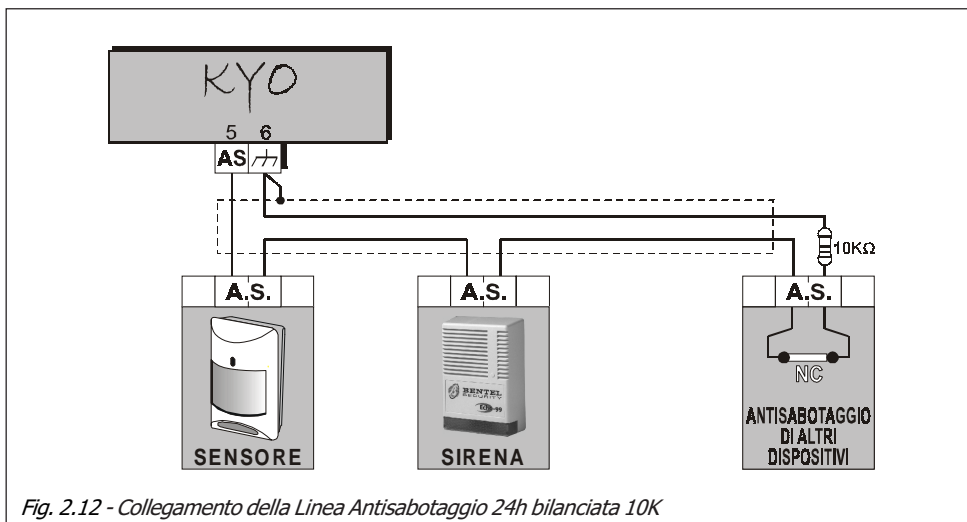

Fig. 2.12 - Collegamento della Linea Antisabotaggio 24h bilanciata 10K
La Centrale (ad esclusione della KYO16D) dispone di una linea antisabotaggio 24h bilanciata 10K contraddistinta dai morsetti 5 [AS] e 6 [A]. Su questi morsetti vanno collegati (in serie) i contatti antisabotaggio eventualmente presenti su tutti i dispositivi facenti parte dell'impianto di sicurezza. La Fig. 2.12 ne illustra un esempio tipico di collegamento.
*Il resistore di bilanciamento da 10 Kohm va collegato sull'ultimo dispositivo della serie come mostrato in Fig. 2.12.*